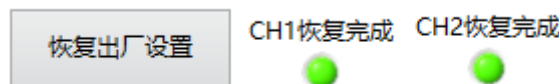

图 5.5.9 芯片恢复出厂设置
- 单击“恢复出厂设置”按钮，擦除芯片内部原有角度编程数据。(若芯片为首次编程，可跳过此步骤以简化操作步骤节省编程时间。) 擦除完成后“恢复完成”指示灯变为绿灯常亮 (图 5.5.9)。